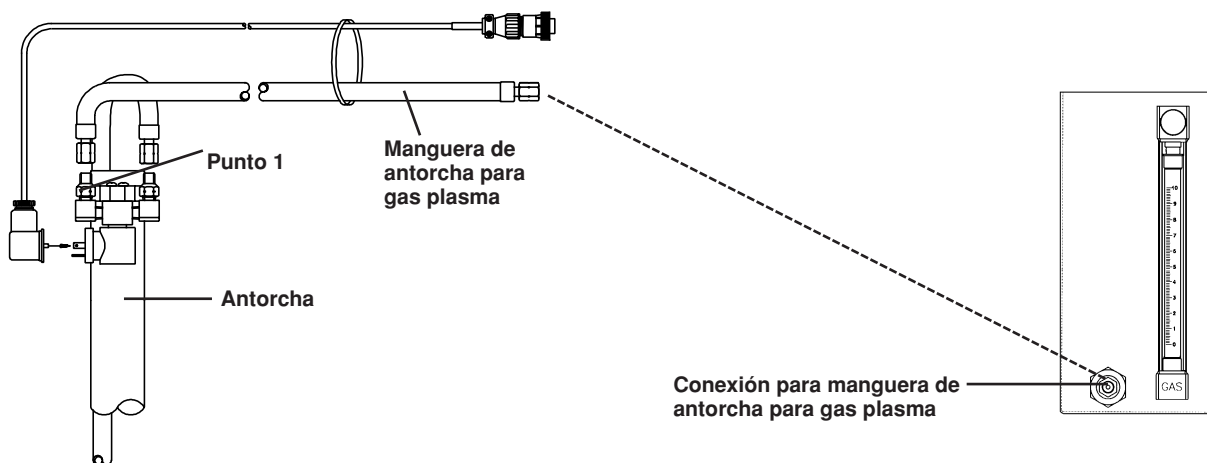

Figura 7-5 Múltiple de argón-hidrógeno a puntos de conexión en la antorcha
3. Quite la manguera de argón-hidrógeno del punto 1 de la antorcha. Véase figura 7-5.